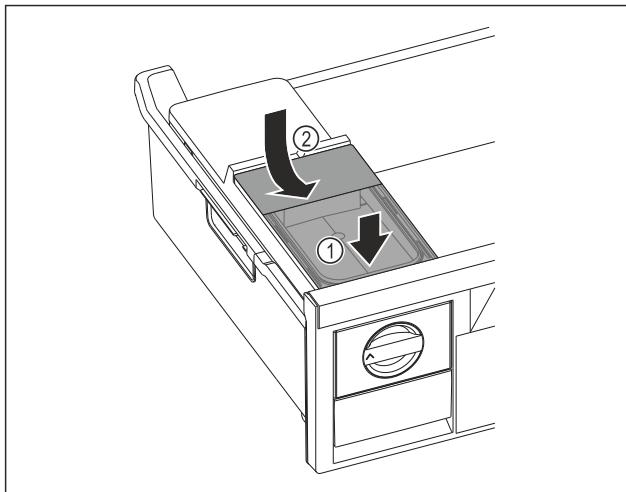

Fig. 110
- Помістити бак для води спереду. Fig. 110 (1)
- Опустити бак для води ззаду. Fig. 110 (2)